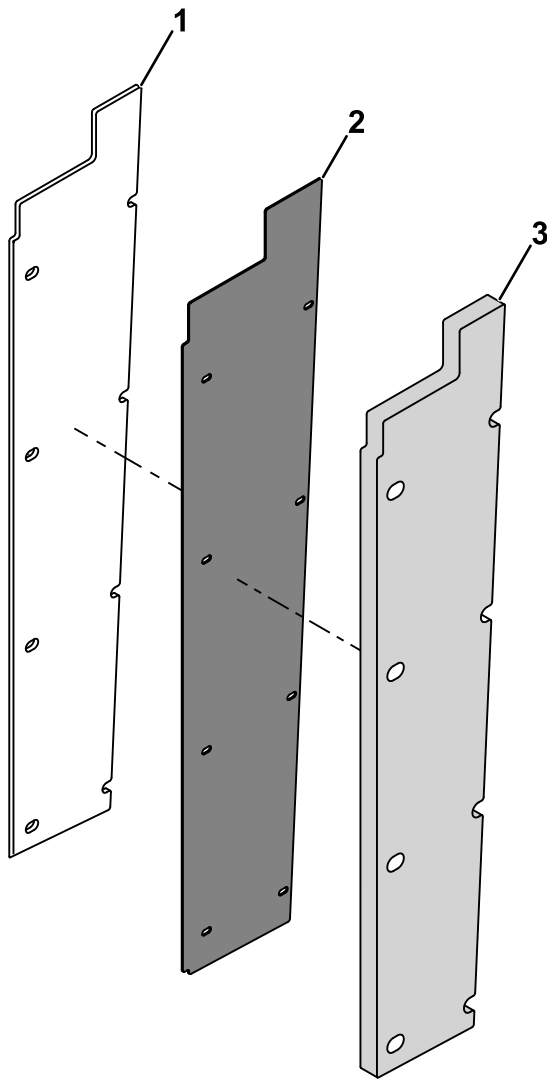
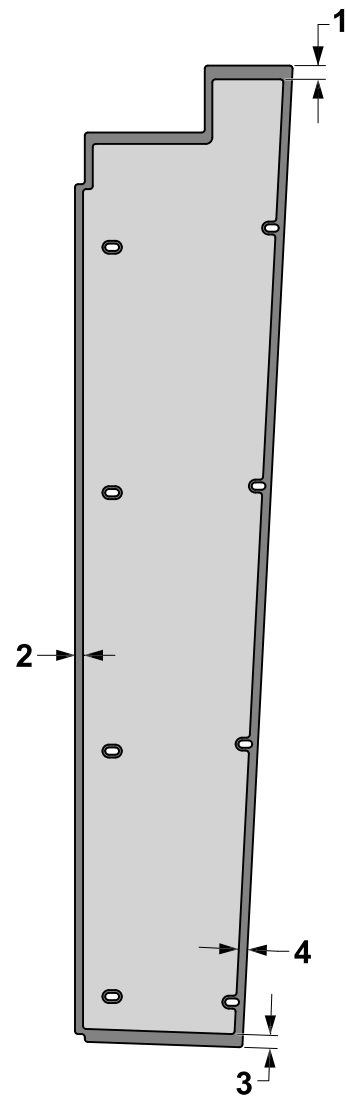

Рисунок 26
Рисунок 27
3. Удалите защитную пленку и установите шумоизолирующие панели и наружные наклейки стоек на крышки задних стоек, как показано на Рисунок 26 и Рисунок 27.
На Рисунок 27 показаны правильные размеры для установки наружных накладок стойки и панелей демпфирования звука на задние крышки стойки.